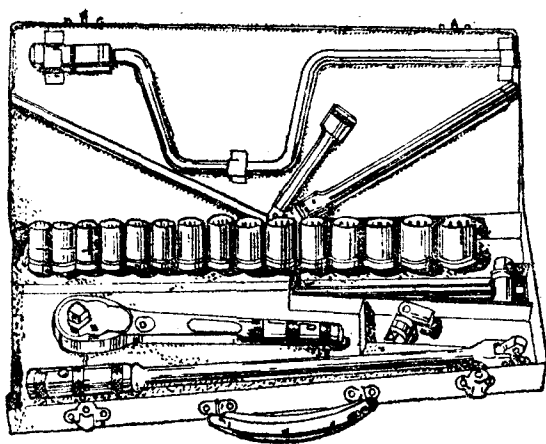

图 1-12 套筒扳手
(3) 套筒扳手 通常以若干件组成一套(如图1-12)，有9件、13件、17件和24件的。它用于拆装位置狭小，特别隐蔽的螺母和螺钉。套筒是做成单体的，工作中可根据需要选用各种不同规格的套筒和手柄，因此它的用途更广泛，工作效率更高。汽车驾驶员常用的专用套筒扳手有：火花塞套筒；轮胎套筒；后轮轴承套筒。